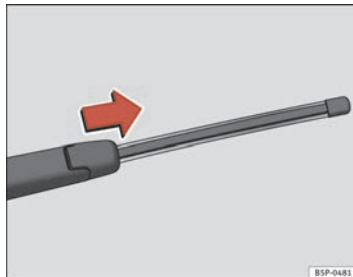

Fig. 185 Estrarre la spazzola tergilunotto
- Sollevare la racchetta del tergilunotto dal lunotto ⇒ pag. 247, fig. 185
- Scorrere l'adattatore della spazzola nella direzione della freccia e rimuovere la spazzola ⇒ pag. 247, fig. 185.